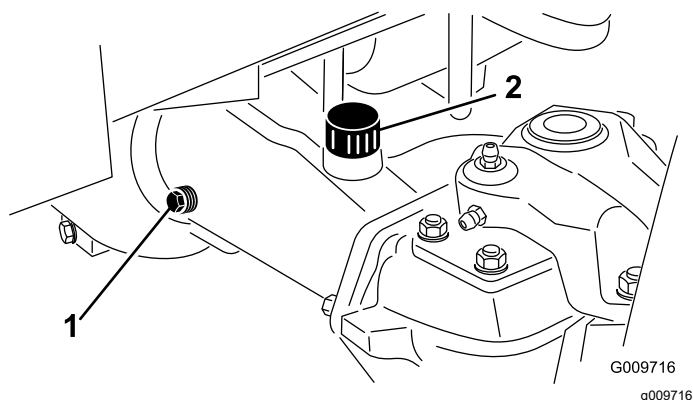

Bild 132
2. Entfernen Sie eine Prüfschraube von einer Seite des Achsgehäuses (Bild 132).